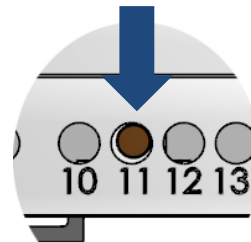

Abb. 9: Netzwerkeinstellungen und Passwörter zurücksetzen (*WEL-Taste*)
- ▶ Halten Sie mit einem spitzen Gegenstand die *WEL-Taste* gedrückt (8 s), bis die grüne LED erst langsam und dann schnell blinkt (Abb. 9).